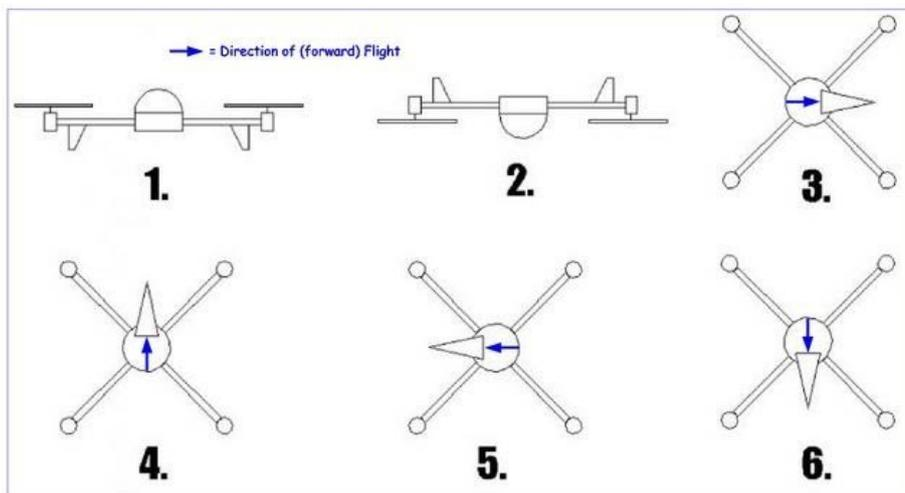

Рис. 7. Калибровка акселерометра
3. На вкладке Setup выполняем калибровку Accelerometer. Для этого квадрокоптер устанавливается в разные положения как на рис. 7 и после каждого из них выполняется нажатие на кнопку Calibrate Accelerometer.